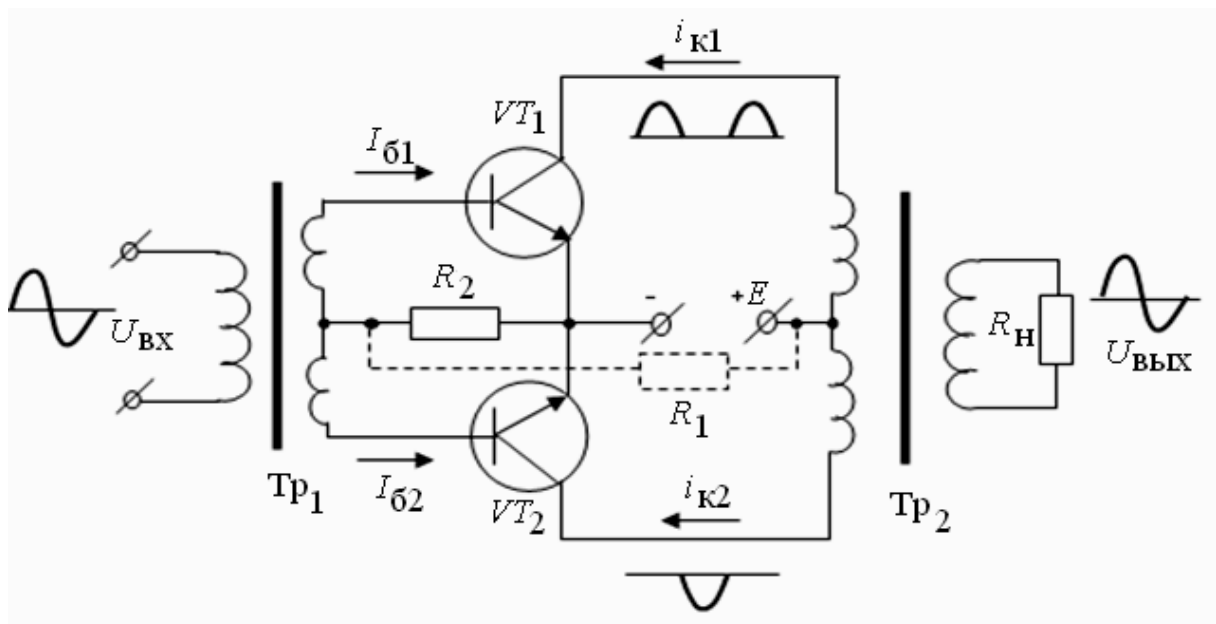

Рис. 6.14. Схема двухтактного усилителя мощности с трансформаторной связью
**Двухтактные усилители мощности** применяют для получения большой мощности с высоким КПД (режим усиления  $B$ ), см. рис. 6.14. Схема двухтактного трансформаторного усилителя мощности содержит два усилительных элемента (биполярные транзисторы  $VT1$  и  $VT2$ ), в коллекторную цепь которых включен выходной трансформатор  $Tr2$ , имеющий вывод от средней точки в первичной обмотке. Он суммирует переменные выходные токи и напряжения транзисторов. Ко вторичной обмотке  $Tr2$  подключена нагрузка с сопротивлением  $R_H$ .